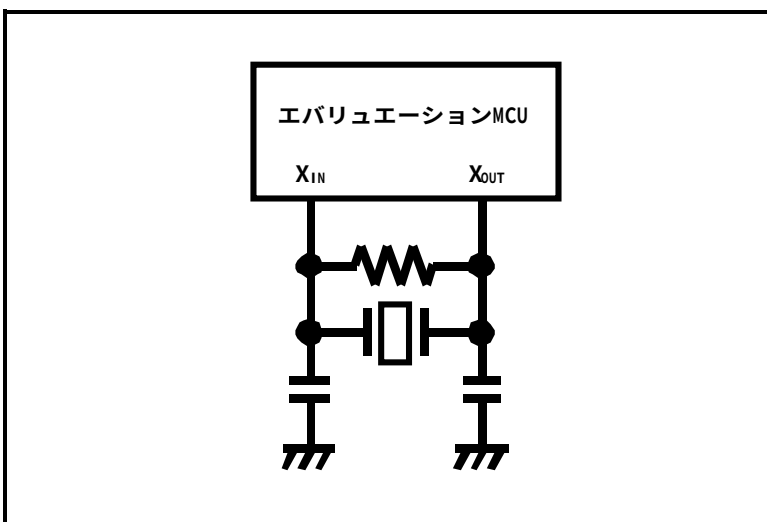

図 3.5 エミュレータでは発振しない回路(XCIN-XCOUTも同様)
- 図 3.5に示す、XIN 端子、XOUT 端子間に共振子を接続した発振回路では、エバリュエーション MCU とターゲットシステムとの間にフレキシブルケーブル、ピッチ変換基板などがあるため、発振しませんのでご注意ください。サブクロック発振回路(XCIN,XCOUT)についても同様です。